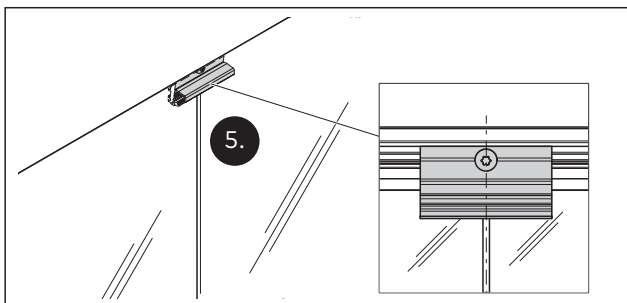

Abb. 43 Die Position der Glas-Klemmstücke auf der Fuge zwischen dem Oberlicht und einem Seitenteil
6. Die Glas-Klemmstücke im waagerechten Aufnahmeprofil auf die Fuge zwischen Oberlicht und Seitenteil anbringen und befestigen (Abb. 43).